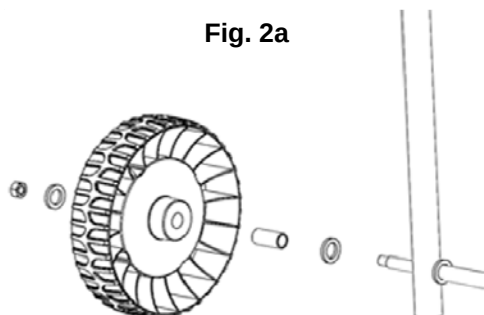

Fig. 2a
3. Insérez l'essieu dans le tube d'essieu (enjoliveur). Placez les rondelles sur chaque bout de l'essieu et glissez ce dernier à travers les trous dans les jambes. Ajoutez la rondelle et la rondelle d'espacement à chaque bout, puis installez les roues. Ajoutez une rondelle d'espacement supplémentaire et installez l'écrou hexagonal sur les bouts filetés de l'essieu. Serrez les écrous hexagonaux en tournant les clés à douille (fournie) dans des directions opposées (Figures 2a et 2b)